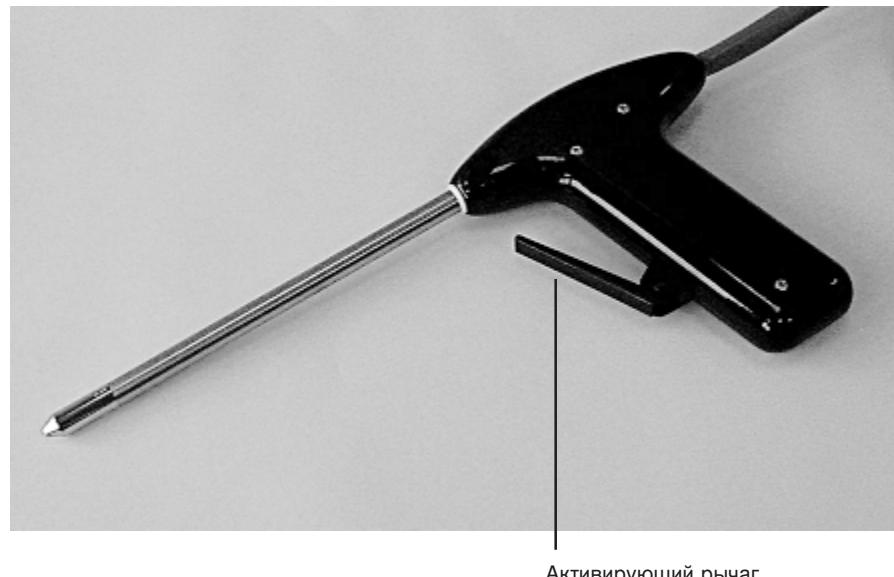

Рис.6.
7. Замораживание: подача газа из баллона открыта полностью, на шкале манометра индицируется давление не менее 45 бар, максимально 60 бар. Нажмите на активирующий рычаг (рис.6). Наконечник охлаждается.